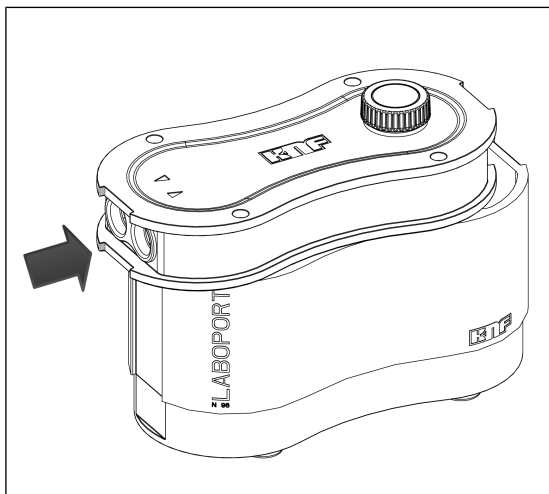

Fig.13: Glissement du couvercle du carter sur les raccords de gaz (fermer la pompe)
- Faites glisser le couvercle du carter (2) sur les raccords de gaz jusqu'à ce que la géométrie du couvercle du carter (2) coïncide avec celle du carter de la pompe (3) (voir Fig. 13).